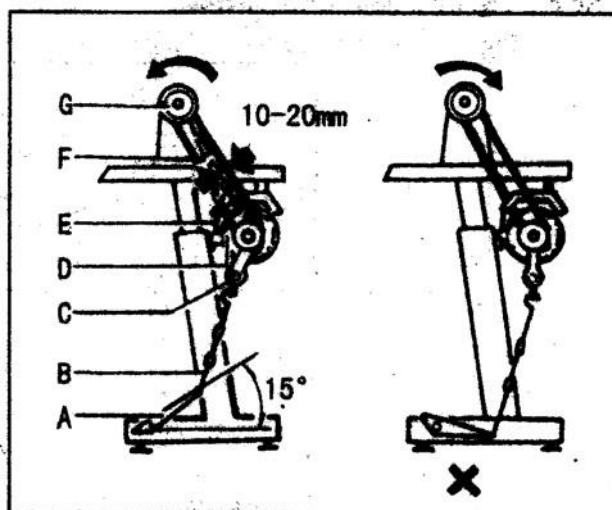

Рис.2.
3. Соединение рычага муфты с педалью (рис.2)